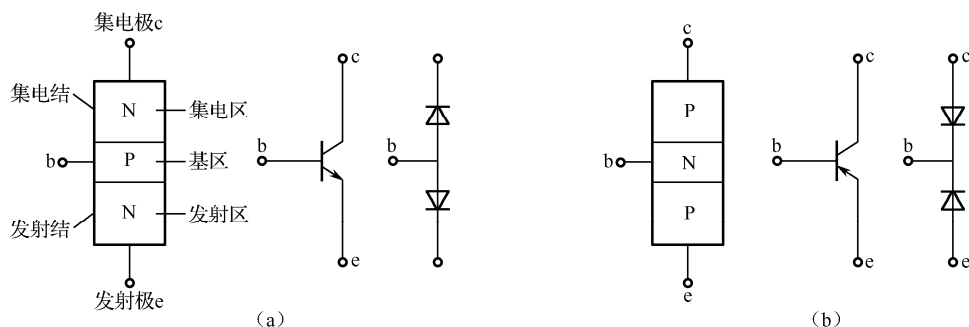

图 1-8 三极管结构示意图
②用电阻挡测量。对于超过量程的大电容，能用电阻挡测量其好坏。具体方法是先将电容两极短路（用一支表笔同时接触两极，使电容放电），然后将万用表的两支表笔分别接触电容的两个极，观察显示的电阻读数。若一开始时显示的电阻读数很小（相当于短路），然后电容开始充电，显示的电阻读数逐渐增大，最后显示的电阻读数变为“1”（相当于开路），则说明该电容是好的。若按上述步骤操作，显示的电阻读数始终不变，则说明该电容已损坏（开路或短路）。特别注意的是，测量时要根据电容的大小选择合适的电阻量程，如 47μF 用 200k 挡，而 4.7μF 则要用 2M 挡等。
(2) 二极管的测量。数字万用表有专门的二极管测试挡，当把量程开关放置该挡时，红表笔接万用表内部正电源，黑表笔接万用表内部负电源。当红表笔接被测二极管正极，黑表笔接被测二极管负极，则被测二极管正向导通，万用表显示二极管的正向导通电压，通常好的硅二极管正向导通电压应为 500~800mV，好的锗二极管正向导通电压应为 200~300mV。假若显示“000”，则说明二极管击穿短路，假若显示“1”，则说明二极管正向不通开路。将两表笔交换接法，显示“1”，说明该二极管反向截止，说明二极管正常，若显示“000”或其他值，则说明二极管已反向击穿。同样也可以用电阻挡根据二极管的正向电阻较小，反向电阻很大的原理，测量二极管的好坏。
(3) 三极管的测量。三极管内部相当于两个二极管，如图 1-8 所示，因此可用二极管测试挡来判断三极管的好坏以及引脚的识别。测量时，先将一支表笔接在某一认定的引脚上，